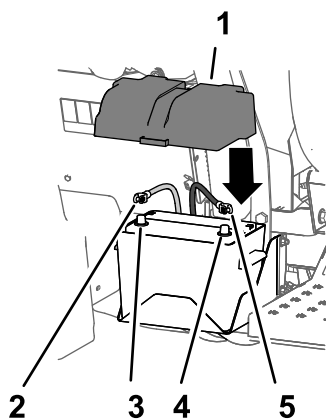

Figura 38
1. Conecte el cable positivo de la batería al borne positivo de la batería (Figura 38).
- Conecte el cable negativo de la batería al borne negativo de la batería (Figura 38).
- Alinee la tapa de la batería con la caja de la batería y sujete la tapa con la correa (Figura 38).